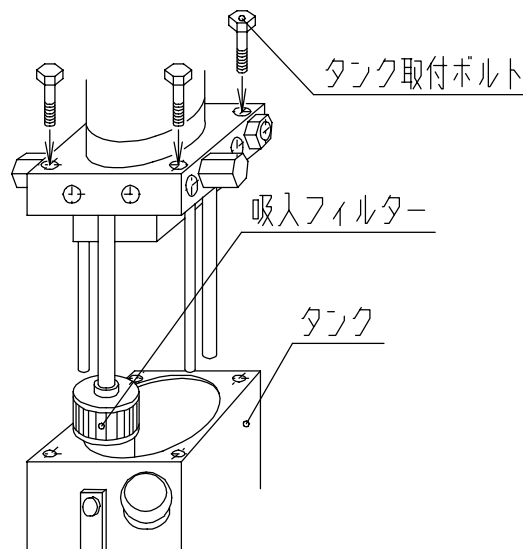

図6 吸入フィルターの洗浄
- (1) 吸入フィルターが目詰まりすると騒音や流量不足の原因となります。定期的に洗浄して下さい。1日、8時間程度の使用で、1年に1～2回行って下さい。
- (2) タンク内に吸入フィルターが組み込まれています。図6に示す4本のタンク取付けボルトをゆるめてタンクを取り外して行って下さい。